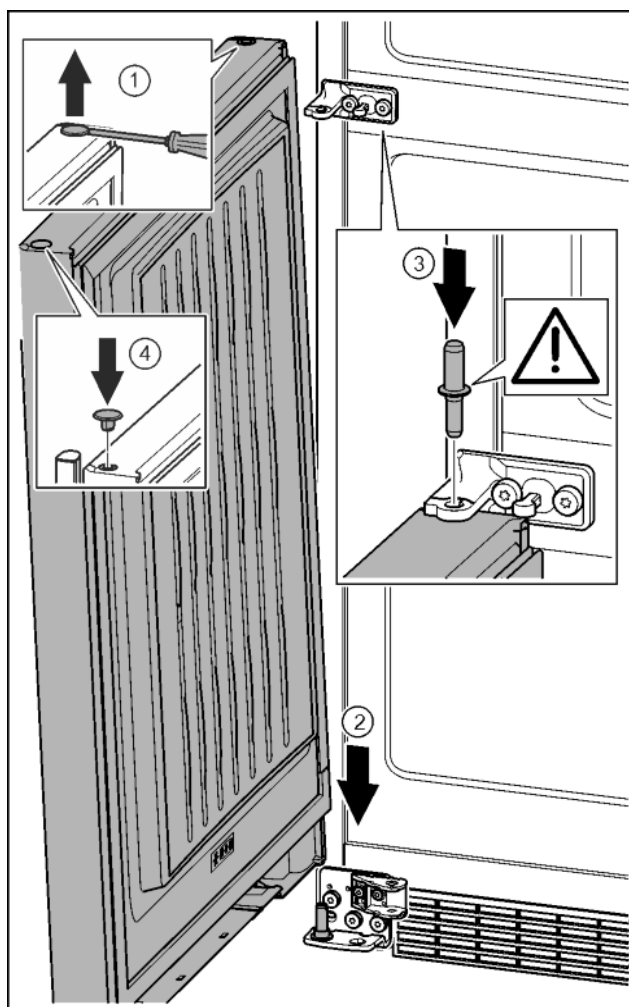

Fig. 40
- ▶ Осторожно приподнять шлицевой отверткой заглушку и извлечь ее. Fig. 40 (1)
- ▶ Установить дверь сверху на нижний опорный палец. Fig. 40 (2)
- ▶ Вставить средний опорный палец через средний опорный кронштейн в нижнюю дверь. При этом следить за тем, чтобы выступ фиксатора был направлен назад. Fig. 40 (3)
- ▶ Заглушку снова вставить с другой стороны. Fig. 40 (4)